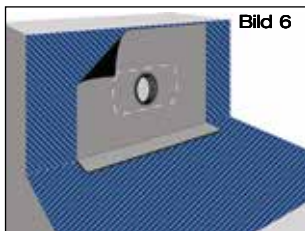

Bild 6
- 1.7 Bei bituminösen Dampfsperrbahnen sind Decke und Wand mit Bitumen-Voranstrich zu versehen (Bild 6). Hochpolymere Dampfsperrbahnen sind gemäß der Verlegevorschriften des Folienherstellers auf dem Untergrund zu fixieren.